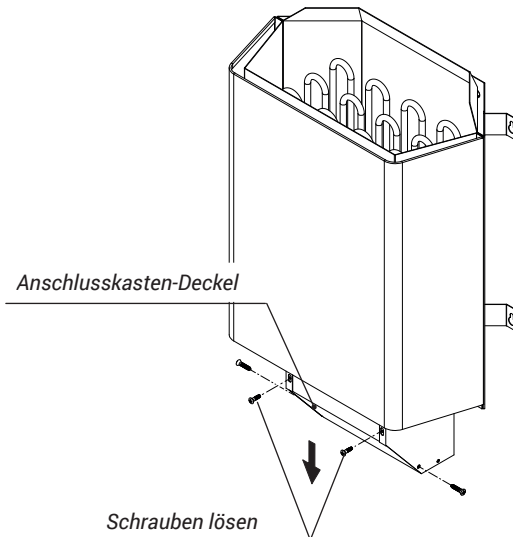

Abb. 4
- Vorderen Deckel des Anschlusskastens öffnen (4 Schrauben lösen) gemäß Abb. 4 und Deckel nach unten entnehmen.